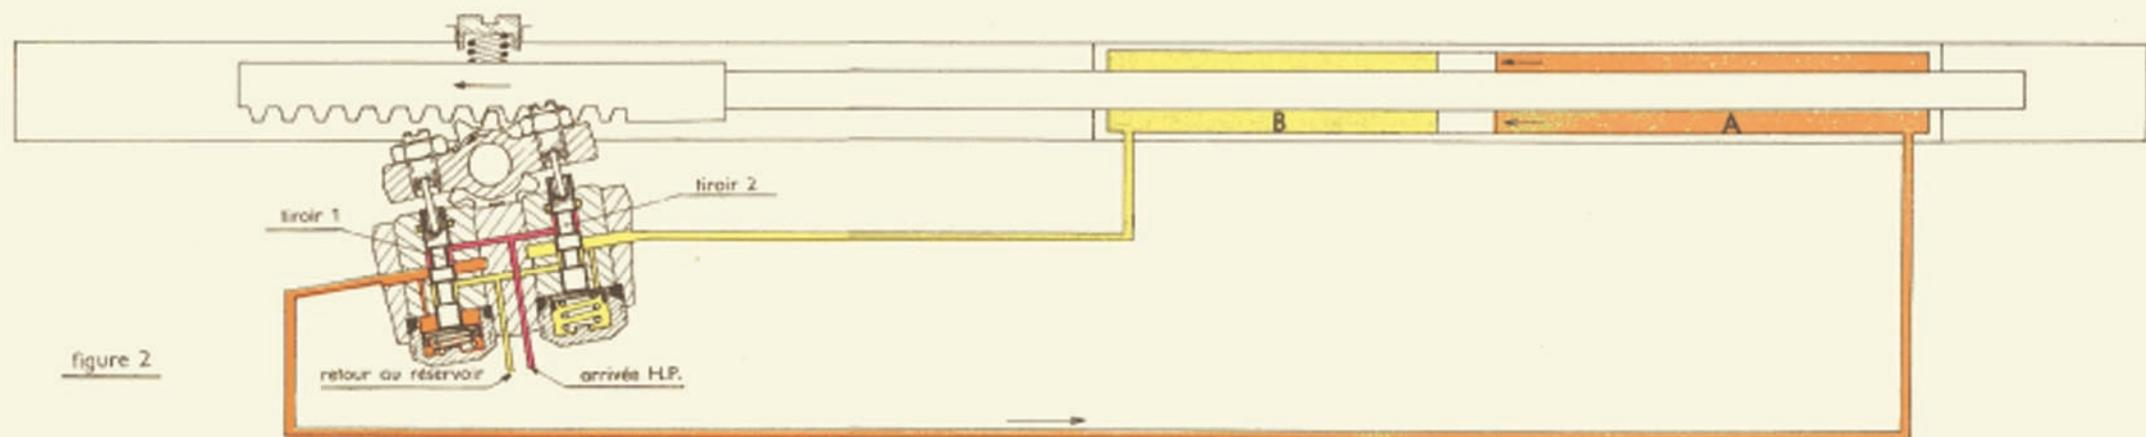

figure 2
### **Braquage à gauche** (ou à droite) — Exemple (fig. 2).
- fig. 2 -